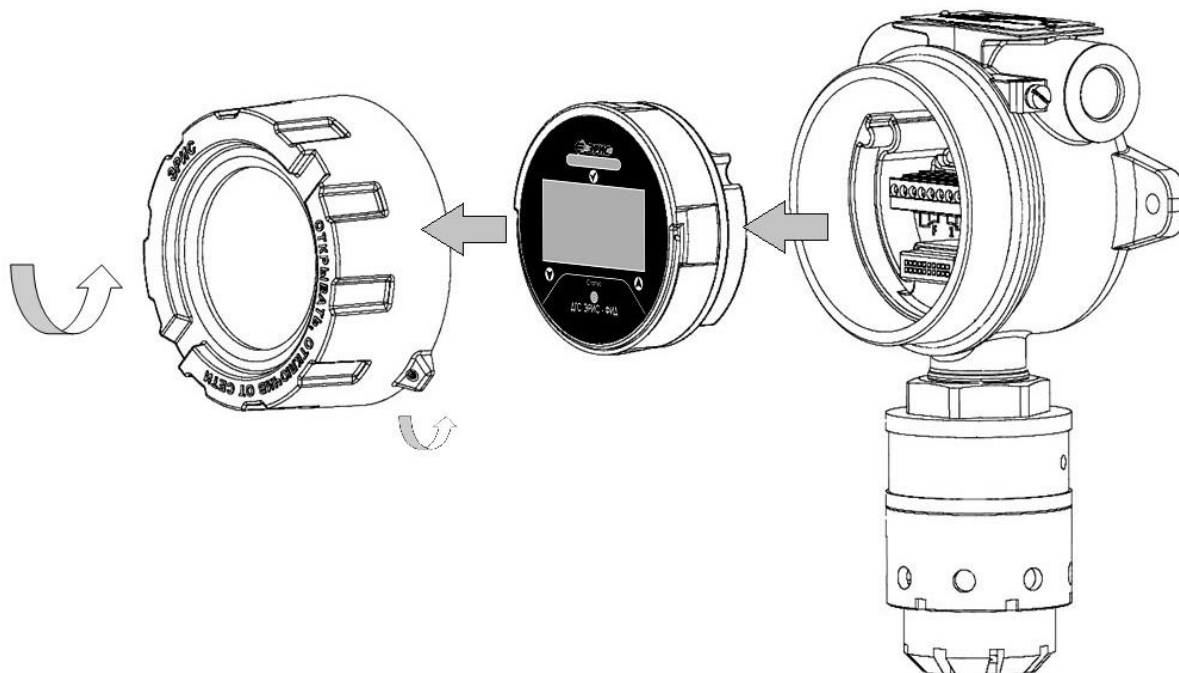

Рисунок 16 – Схема разбора ДГС ЭРИС-ФИД М
- а) Открутить стопорный винт в крышке газоанализатора (рис.16).